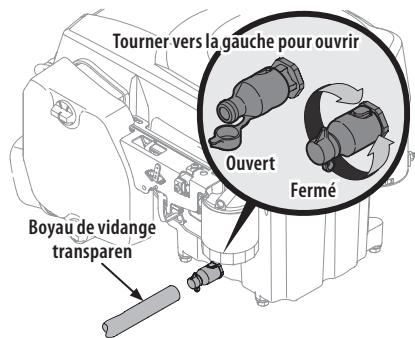

Figure 33
4. Retirez le capuchon protecteur de la soupape de vidange (Figure 33).